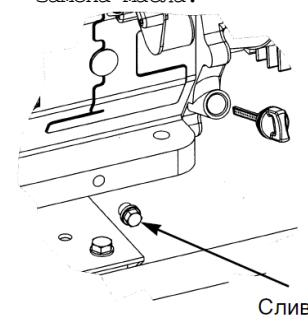
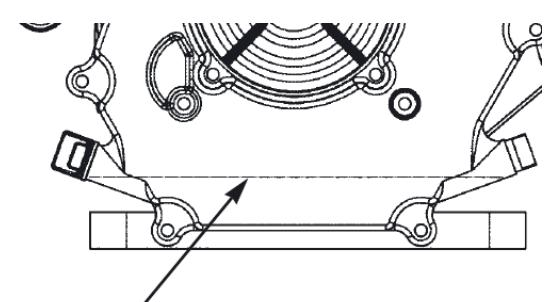

Рис. 5.
Рис. 6.
9.2.1. Вывинтить щуп-пробку поз. 24 (рис. 1) из горловины картера, см. также рис. 5. Опустить в горловину сухой, чистый щуп и вытащить его - край смоченной маслом области должен располагаться между отметками минимального и максимального допустимого уровней.
9.2.2. Залить в горловину масло до нижнего края заливного отверстия (рис. 6). Проверить уровень масла в соответствии с п. 9.2.1.
**9.6.1.** На прогретом до рабочей температуры двигателе вывинтить пробку для слива масла поз. 23 (рис. 1), см. также рис. 5., поместив под сливным отверстием вспомогательную емкость. После прекращения истечения масла установить пробку на штатное место и затянуть. Залить масло в горловину, удалив щуп поз. 24 (рис. 1), см. также рис. 6, до нижнего края заливного отверстия (рис. 6). Проверить уровень в соответствии с п. 9.2.